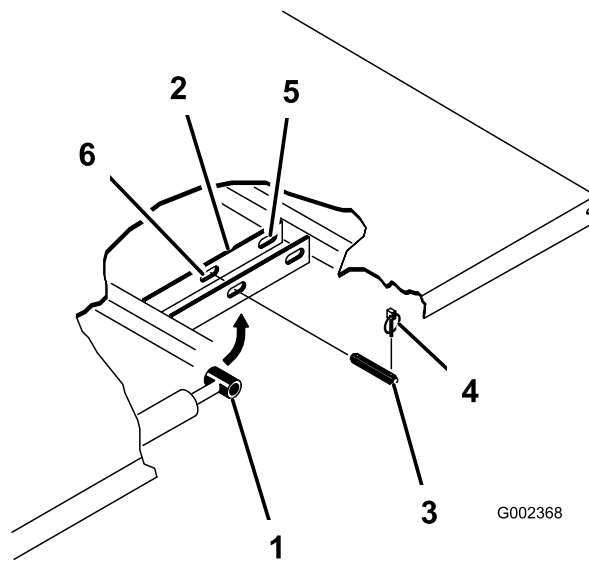

Figura 23
- 4. Retire los pasadores que fijan las rótulas de las varillas de los cilindros a las chapas de montaje de la plataforma empujando los pasadores hacia dentro (Figura 23).
- 5. Retire los pasadores de seguridad y los pasadores que fijan las placas de giro al bastidor (Figura 23).
- 3. Retire las chavetas de los extremos exteriores de los pasadores de las varillas de los cilindros (Figura 23).